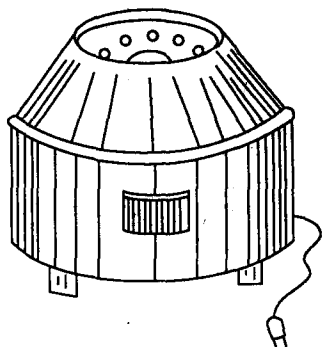

图 1-6 电动离心机
3. 离心分离法 当被分离的沉淀的量很少时,可以应用离心分离法。实验室中常用的离心仪器是电动离心机(图 1-6)。使用时,先把要分离的混合物放在离心试管中,再把离心试管装入离心机的套管内,位置要对称,重量要平衡。如果只有一支离心管中的沉淀进行分离,则可另取一支空离心试管盛以相等体积的水,放入对称的套管中以保持平衡。否则重量不均衡会引起振动,造成机轴磨损。